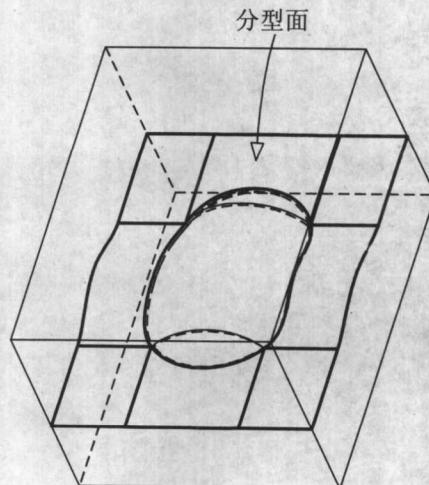

图 1.3
3. 以 MOLD/Parting Surf(模具/分型面)设计分型面，如图 1.3 所示。